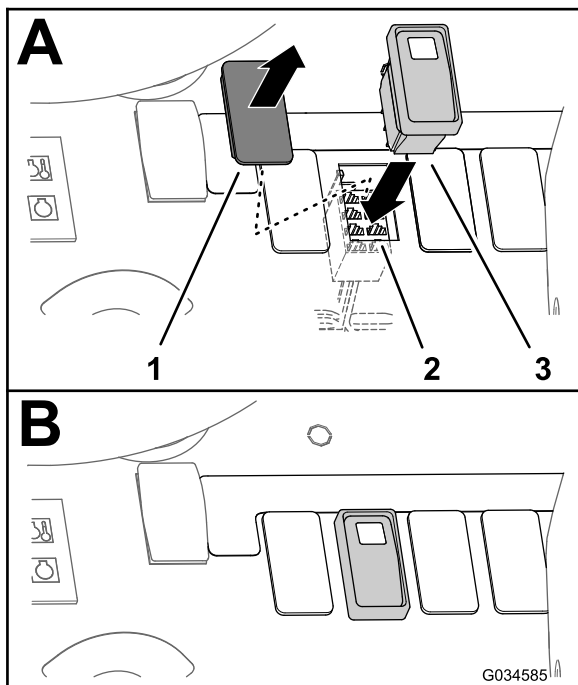
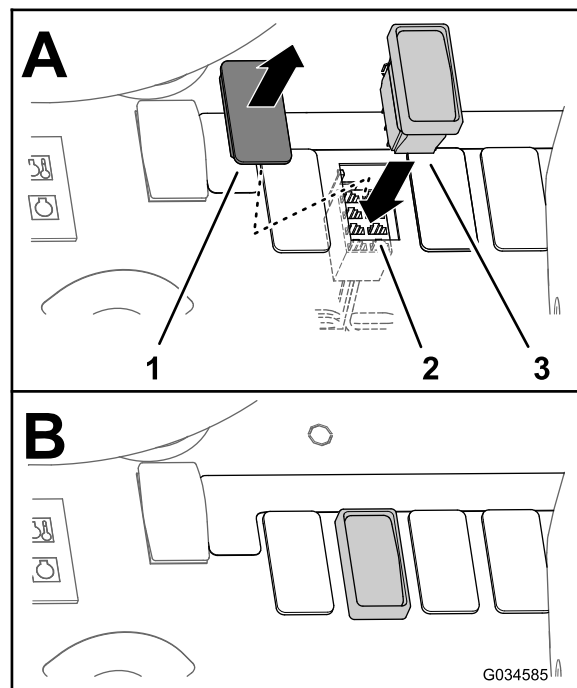

Bild 37
Bild 38
1. Entfernen Sie die Blende für den Spülbehälterschalter am Armaturenbrett (Bild 37 oder Bild 38).
3. Verlegen Sie den 8-Buchsen-Stecker zum offenen Loch im Armaturenbrett (Bild 37 oder Bild 38).
4. Schließen Sie den 3-Stellungsschalter durch das Armaturenbrett am 8-Buchsen-Stecker an (Bild 37 oder Bild 38).
5. Setzen Sie den 3-Stellungsschalter in die Öffnung im Armaturenbrett ein, bis der Riegel des Schalters im Armaturenbrett einrastet (Bild 37 und Bild 38).